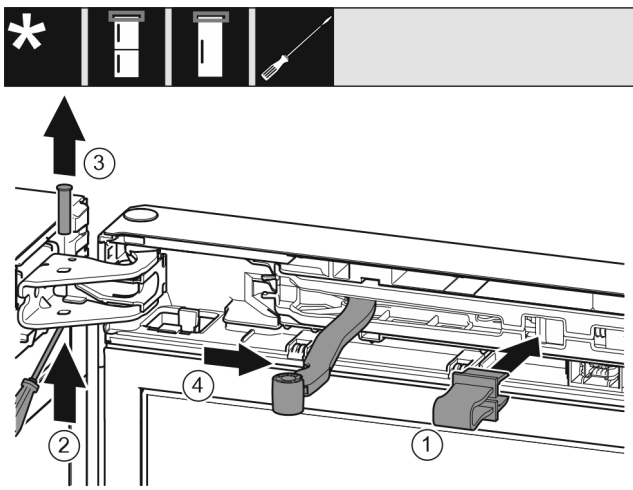

Fig. 9
- Työnnä tappi ulos ruuvimeisselillä. Fig. 9 (2)
- Poista tappi ylöspäin vetämällä. Fig. 9 (3)
- Käännä nivel oven suuntaan. Fig. 9 (4)
- Kiinnitä varmistin aukkoon. Fig. 9 (1)